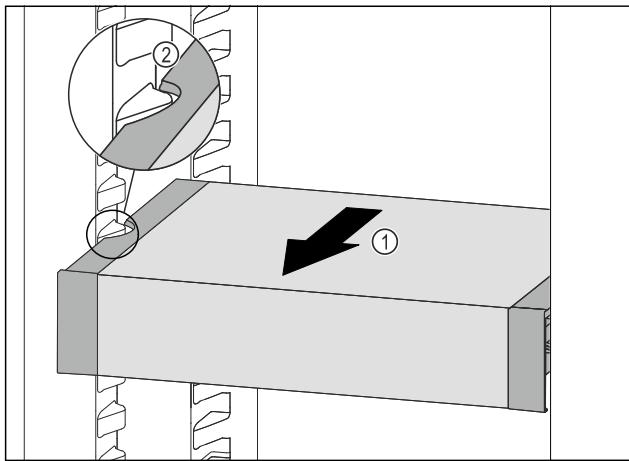

Fig. 136
- Изтеглете VarioSafe напред Fig. 136 (1), докато страничните прорези на VarioSafe се намират на височината на реброто на съда в хладилната част. Fig. 136 (2)